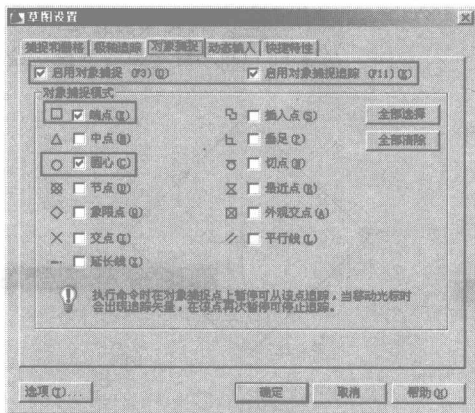

图 1-20 设置捕捉追踪功能
- 03 在状态栏的  按钮上单击鼠标右键, 在弹出的快捷菜单中选择“设置”选项, 打开“草图设置”对话框, 然后设置并启用对象捕捉和追踪功能, 如图 1-20 所示。